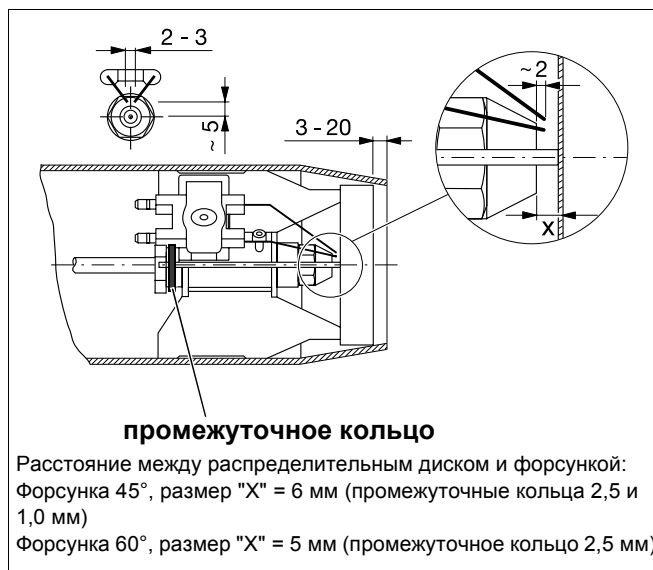

Рис. 16 Проверка установочных размеров запального электрода
- Проверить установочные размеры запального электрода (рис. 16).